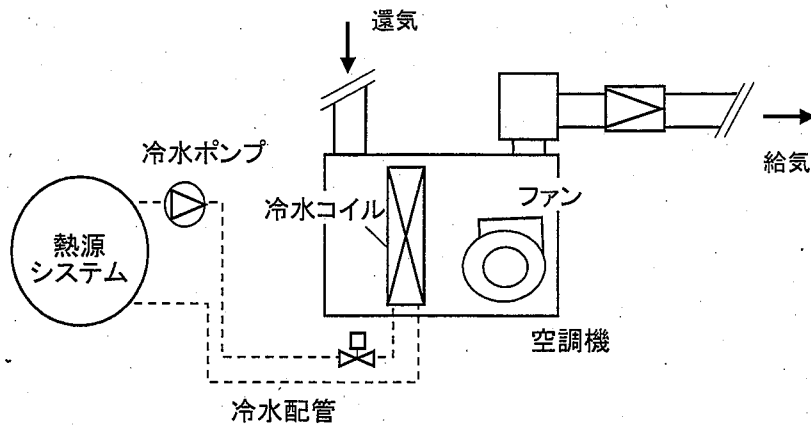

図 2
3. 図 2 の空気調和システムとして低温送風空調を想定した場合に、表 1 の運転状態となった。これを前提に、給気ダクト系における熱損失は無視できるとして以下の問いに答えよ。なお、以下の設問 (3) 以外は小数第 2 位を四捨五入し、計算過程および単位を明記して解答のこと。